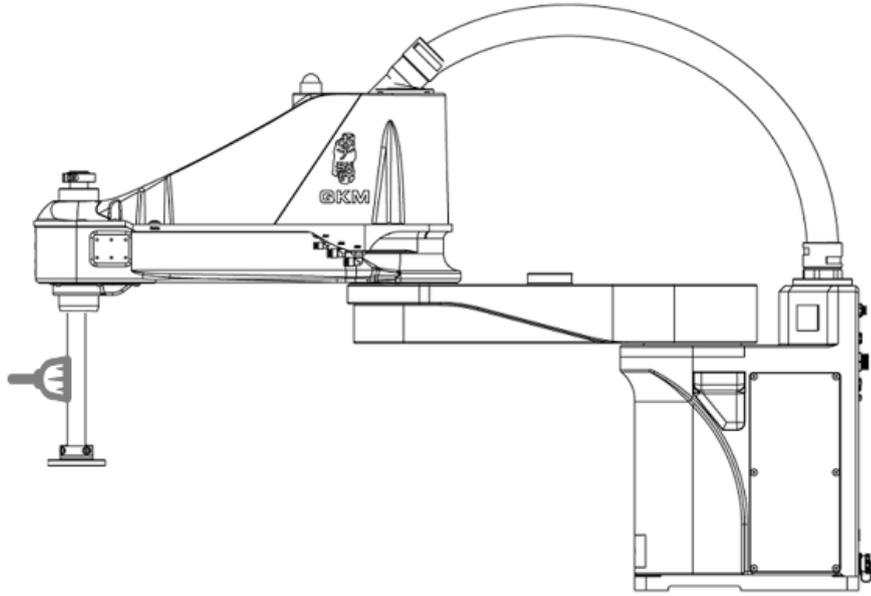

图 4-3 涂抹润滑脂示意图
**步骤2** 用无尘纸擦掉丝杆轴上旧润滑脂，然后在丝杆上涂抹适量油脂，并使用专用油刷将油脂涂抹均匀，如图 4-3 所示。